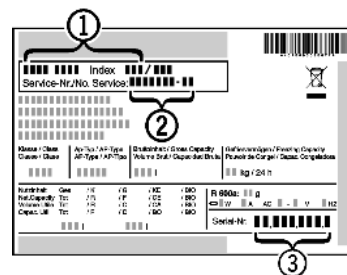

Fig. 46
- ▶ Считать обозначение устройства *Fig. 46 (1)*, сервисный номер *Fig. 46 (2)* и серийный номер *Fig. 46 (3)* с заводской таблички. Заводская табличка находится внутри устройства слева.